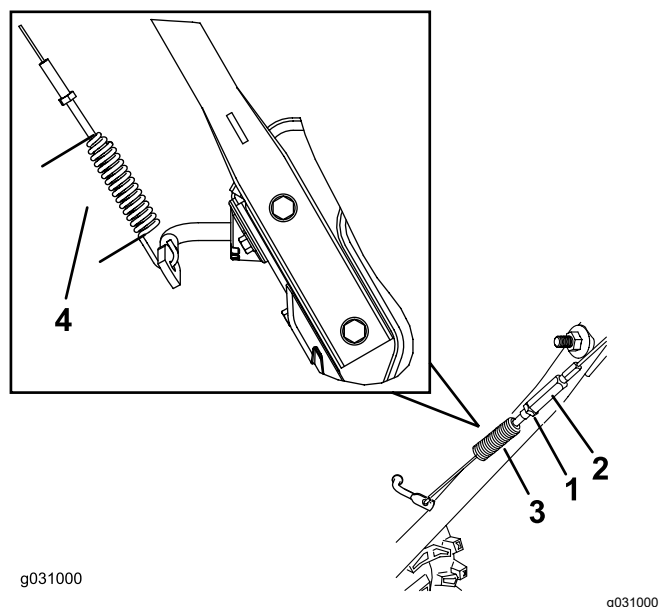

Figure 31
1. Desserrez l'écrou de blocage (Figure 31).
3. Desserrez ou serrez le tendeur pour régler la longueur du ressort à 7 cm (2¾ po), comme montré à la Figure 31.
4. Serrez l'écrou de blocage (Figure 31) en vérifiant que le câble est légèrement tendu.